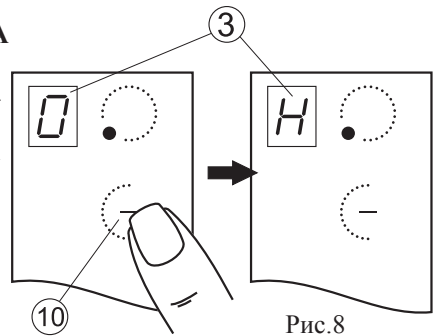

Рис.8
После выключения конфорки в окне индикации ^③ (рис. 8) высвечивается буква «Н» (от англ. hot – «горячий»).